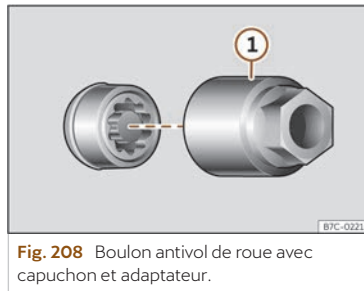

Fig. 208 Boulon antivol de roue avec capuchon et adaptateur.
- Encastrez l'adaptateur spécial >>> **fig. 208** ① (outillage de bord >>> page 298) sur le boulon de roue antivol jusqu'à la butée.